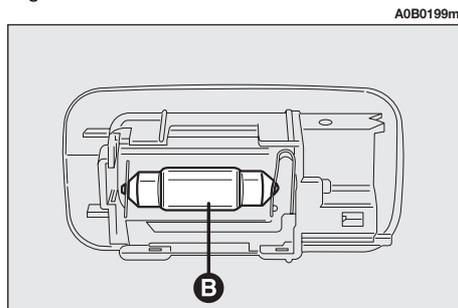

fig. 60
– Rimuovere la lampada (**B-fig. 60**) tirandola verso l'esterno e svincolandola dai contatti laterali.